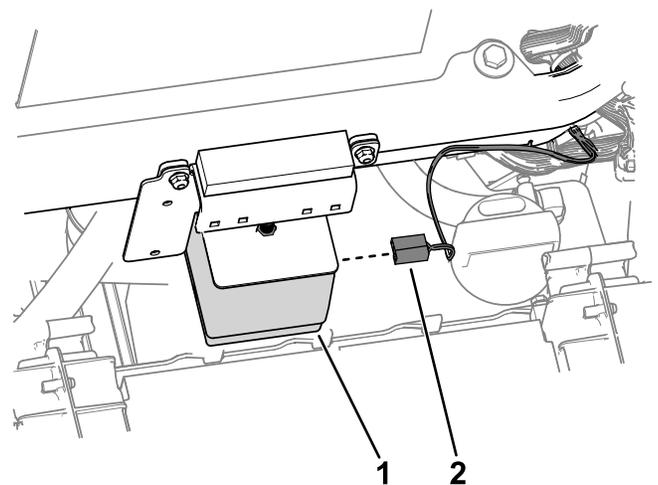

**Bild 28**
1. Verlegen Sie den mit LH SCHEINWERFER (P04) beschrifteten Kabelbaumstecker an der linken Seite der Maschine (Bild 28). Schließen Sie den Kabelbaum am Scheinwerfer an.
2. Verlegen Sie den mit RH SCHEINWERFER (P05) beschrifteten Kabelbaumstecker an der rechten Seite der Maschine (Bild 28). Schließen Sie den Kabelbaum am Scheinwerfer an.
3. Verlegen Sie den mit LH RÜCKLICHT (P01) beschrifteten Kabelbaumstecker an der hinteren linken Seite der Maschine (Bild 28).
4. Verlegen Sie den mit RH RÜCKLICHT (P02) beschrifteten Kabelbaumstecker an der hinteren rechten Seite der Maschine (Bild 28).
- Schließen Sie den mit LH RÜCKLICHT (P01) beschrifteten Kabelbaumstecker am Rücklicht an (Bild 28).
- Schließen Sie den mit RH RÜCKLICHT (P02) beschrifteten Kabelbaumstecker am Rücklicht an (Bild 28).
15. Befestigen Sie die Kabelbinder am Kabelbaum, wie in Bild 28 abgebildet.